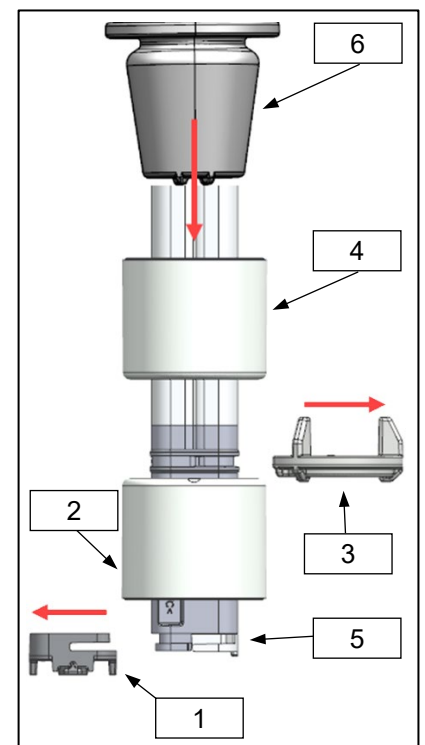

Abbildung 9
- ▶ Defekten Sicherungsring (Abbildung 9, Pos 3) seitwärts abziehen.
- ▶ Filtersieb (Abbildung 9, Pos 1) seitwärts herausziehen.